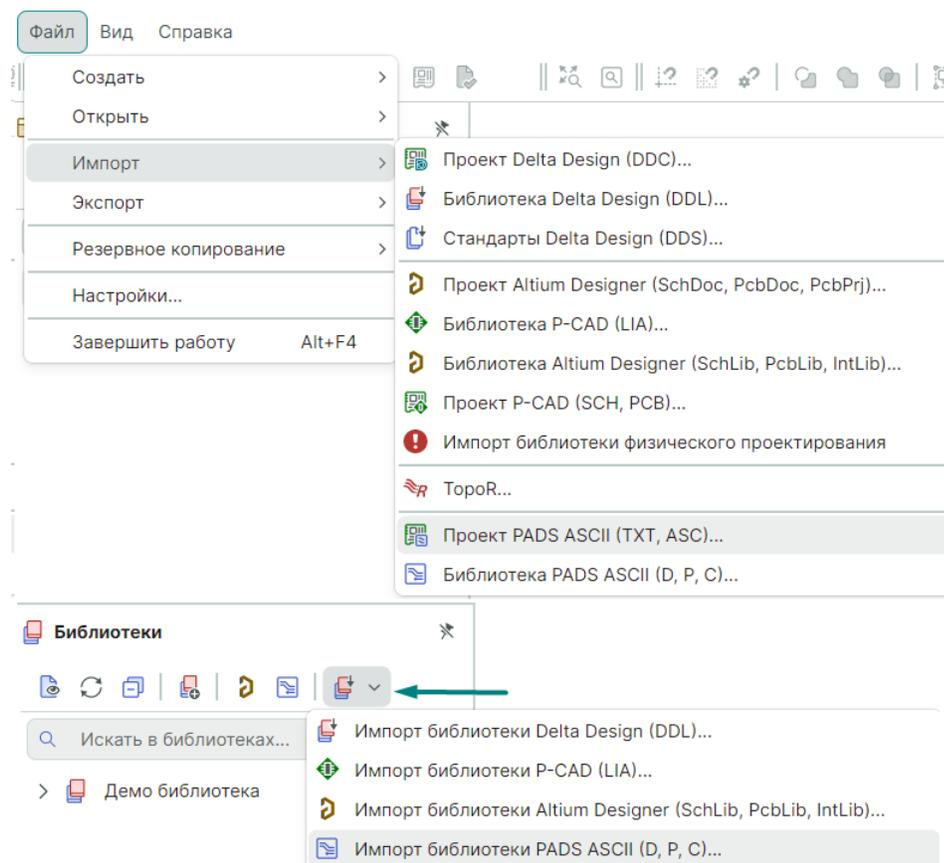

Рис. 5 Вызов Мастера импорта библиотеки PADS
- из панели инструментов «Библиотеки» → нажмите  → выберите «Импорт библиотеки PADS ASCII (D, P, C)...», см. Рис. 5 ;